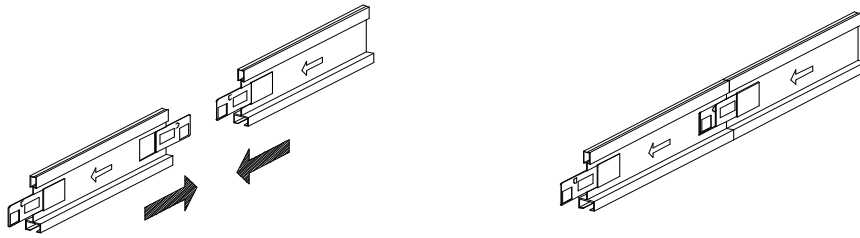

図2-11 Tバーストレートジョイント
- 1) メインTバーの矢印の向きをそろえます。(図2-11 参照)